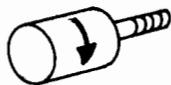

fig. 13
- b) il senso del disallineamento riferendosi al diagramma di fig. 13.